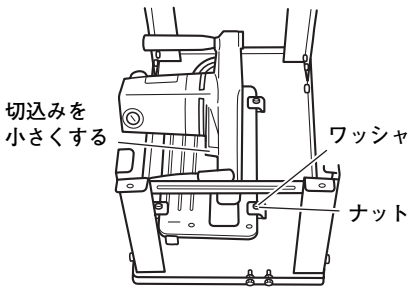

図 4
(2) 付属のワッシャ4個をテーブル裏側より取付けネジに通し、ワッシャで丸のこのベースをはさむようにしてナットを締めます。(図4)